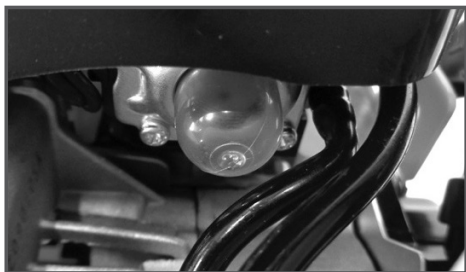

Рис. 3 Ручной топливный насос
4. Нажмите на ручной топливный насос 7-10 раз, до появления в нем топлива. Насос находится в нижней части карбюратора под корпусом воздушного фильтра (Рис. 3).